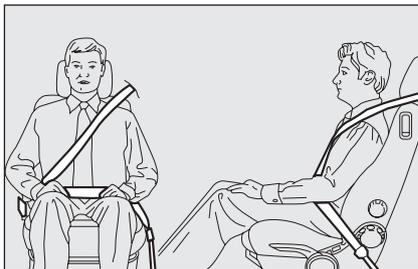

fig. 3
**AVVERTENZA** Il nastro della cintura non deve essere attorcigliato. La parte superiore deve passare sulla spalla e attraversare diagonalmente il torace. La parte inferiore deve risultare aderente al bacino (come indicato in **fig. 3**) e non all'addome del passeggero. Non utilizzare dispositivi (mollette, fermi, ecc.) che tengano le cinture non aderenti al corpo degli occupanti.